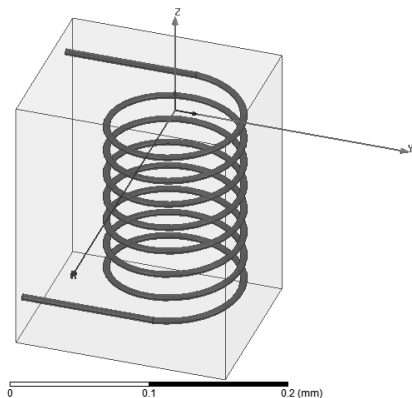

图 19-78 模型
Step11：单击工具栏中的 按钮，此时两个几何文件同时显示出来，如图 19-78 所示。